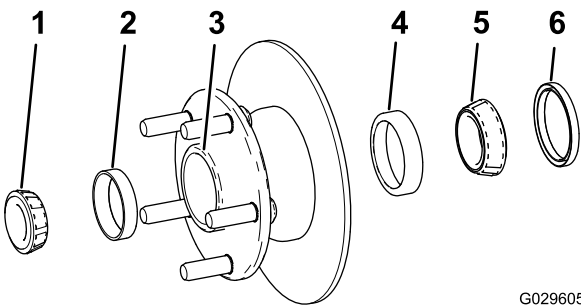

Bild 34
1. Nehmen Sie das Außenlager und den Lagerring von der Radnabe ab (Bild 34).
2. Nehmen Sie die Dichtung, das Innenlager und den Lagerring von der Radnabe ab (Bild 34).
5. Entfernen Sie Fett, Schmutz und Rückstände aus dem Hohlraum der Radnabe (Bild 34).
7. Setzen Sie die inneren und äußeren Lagerringe in die Nabe ein (Bild 34).
8. Füllen Sie den Hohlraum der Nabe zu 50 % bis 80 % mit der angegebenen Fettsorte (Bild 34).
9. Montieren Sie das Innenlager auf dem Lagerring an der Innenseite der Nabe und setzen Sie die Dichtung ein (Bild 34).